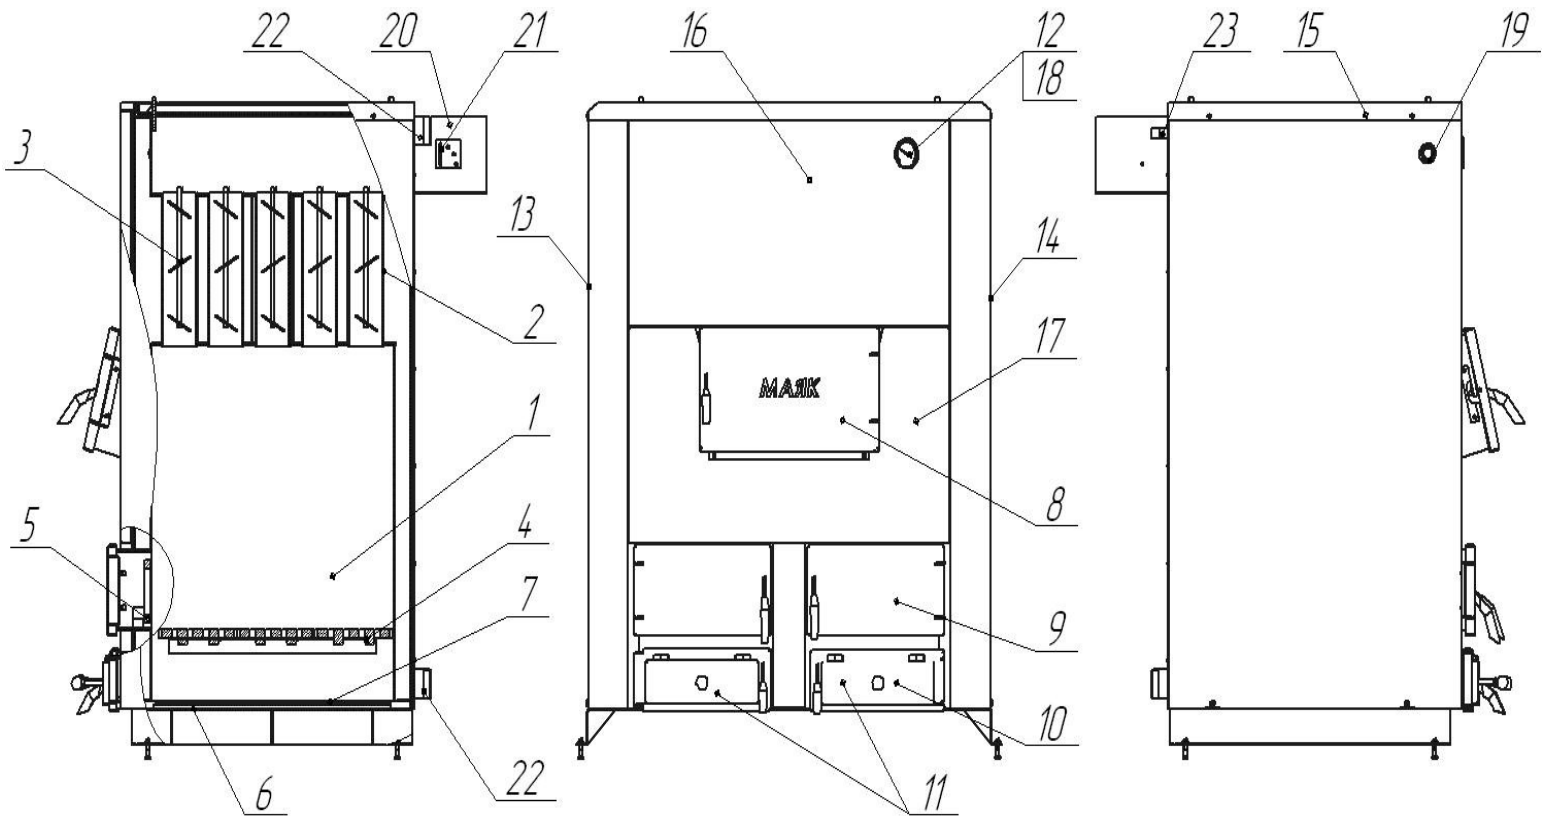

Рисунок 1. Котел опалювальний
FR124 (при наявності). Для цього на бокових стінках котла вигвинтити заглушку поз.19 (рис.1).
Встановити у отвір фіксатора шестигранний важіль. Гвинтом зафіксувати важіль у горизонтальному положенні. Вільна кінцівка з закріпленим на ній гачком ланцюжка повинна бути розташована над прямокутним отвором на заслінці поз.11 (рис.1).
Другу кінцівку ланцюжка просунути через прямокутний отвір на заслінці поз.11 (рис.1) та закріпити гачком за ланку ланцюжка. Перевірити можливість вільного руху важіля при повороті ручки управління.
7.1.4 Регулювання температури води у котлі проводиться за допомогою шиберу (поз.21, рисунок 1) та заслінок (поз.11, рисунок 1). Для збільшення температури необхідно відкрити шибер та заслінки, для зменшення — повністю або частково закрити шибер та заслінки.
При обладнанні котла регулятором тяги Regulus RT3 або Honeywell FR124 регулювання температури води проводиться за допомогою шиберу (поз.21, рисунок 1) та регулятора тяги. Для збільшення температури необхідно відкрити шибер та встановити ручку управління регулятора на позначку більш високої температури, для зменшення — повністю або частково закрити шибер та встановити ручку управління регулятора на позначку нижчої температури.
7.2.1 Для припинення роботи котла повністю закрити заслінки (поз.11, рисунок 1). При цьому припиняється подача повітря у топку і паливо поступово загасає.